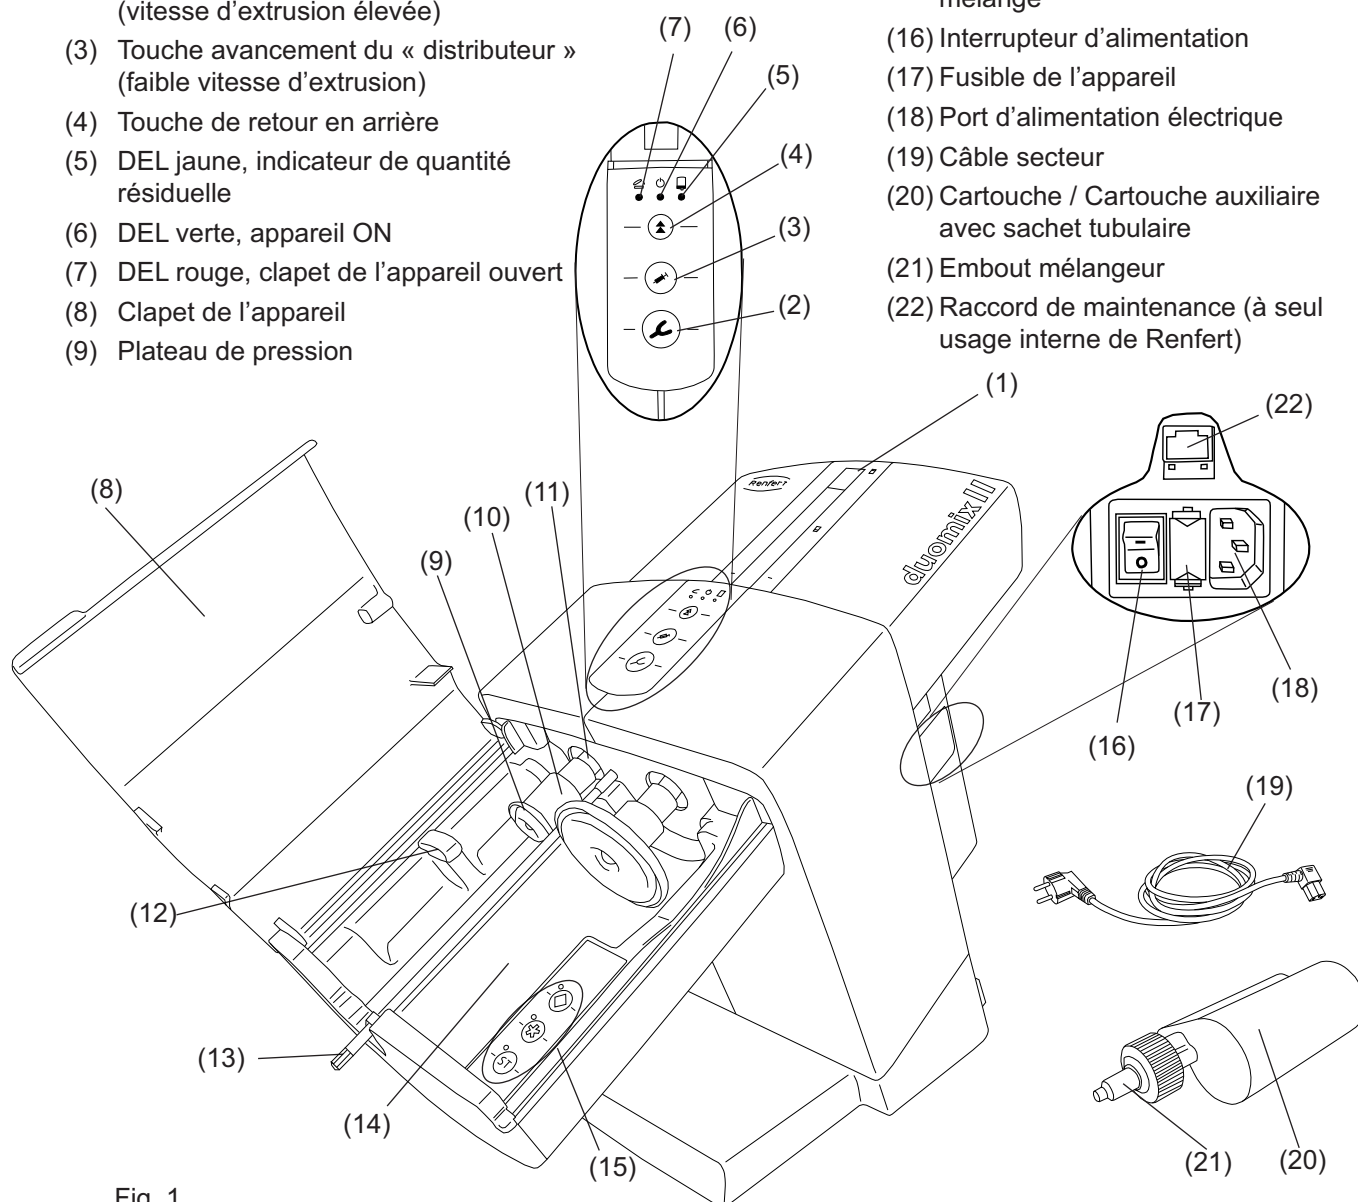

Fig. 1
Brancher le câble secteur livré (19, fig. 1) dans le port d'alimentation électrique (18).
- Appuyer sur la touche de retour en arrière (4).
- Les plateaux de pression (9, fig. 1) retournent en position initiale et s'arrêtent.
- Ouvrir le clapet de l'appareil (8, fig. 1).
- Retirer la sécurité de transport (23).
L'insertion ainsi que le remplacement d'une cartouche ne peut se faire que si les plateaux de pression (9, fig. 1) se trouvent en position initiale.
- Fermer le clapet de l'appareil (8, fig. 1).
- Insérer la cartouche (20) dans l'appareil. Veillez à ce que la cartouche se trouve sous le taquet d'arrêt (12). Appuyer sur la touche du programme de mélange (15), voir également le chapitre 5.1.1. Vous trouverez des indications relatives au programme de mélange sur la cartouche sous forme des symboles étoile (★) ou carreau (◆).
- Les masses de prise d'empreinte qui ne portent pas ces symboles doivent être traitées avec le programme (ST).
- Le clapet de l'appareil ne peut être fermé que si la cartouche est correctement insérée. Tant que le clapet de l'appareil n'est pas fermé correctement, la DEL rouge « Clapet de l'appareil ouvert » reste allumée (7, fig. 1).